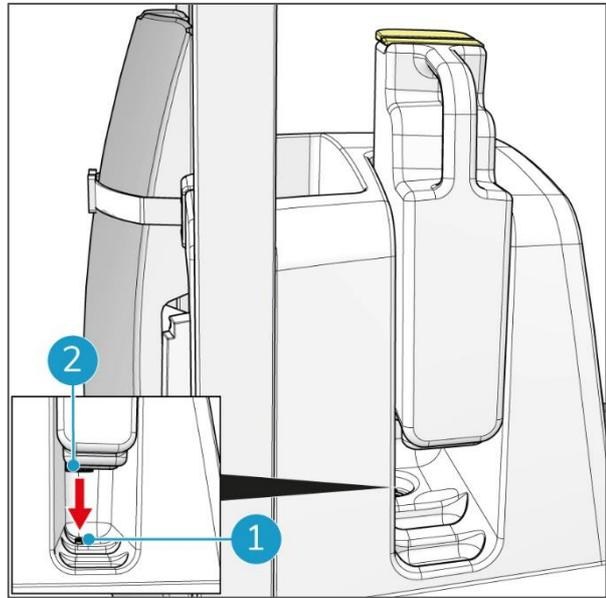

Abbildung 56
11. Drücken Sie den Tank nach unten, um sicherzustellen, dass das Ventil (Abbildung 56, Pos. 2) richtig am Anschluss des Reinigungsmittel tanks einrastet (Abbildung 56, Pos. 1).